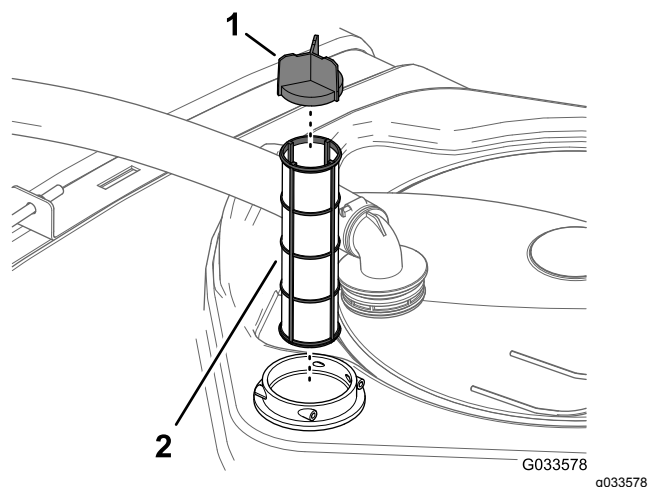

Figura 78
4. Retire o filtro de rede da sucção da estrutura do filtro no depósito (**Figura 78**).